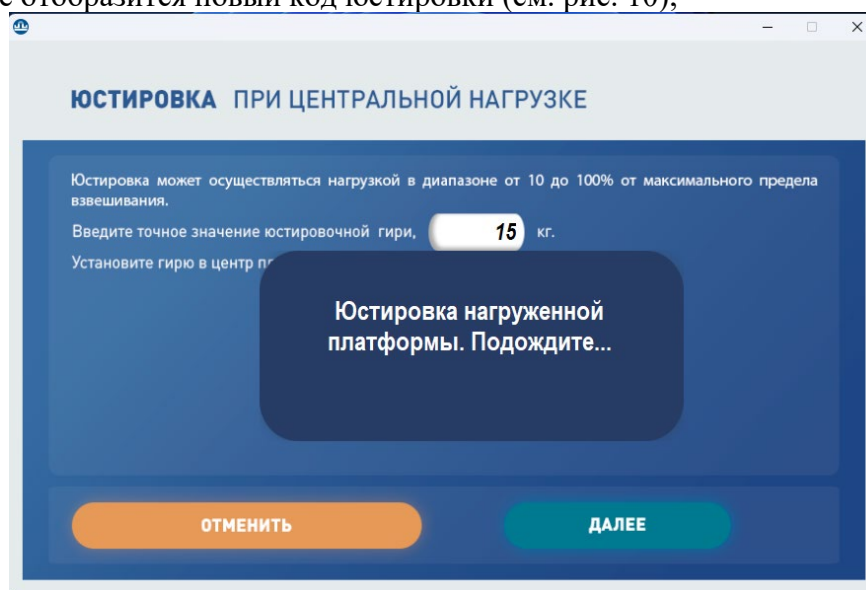
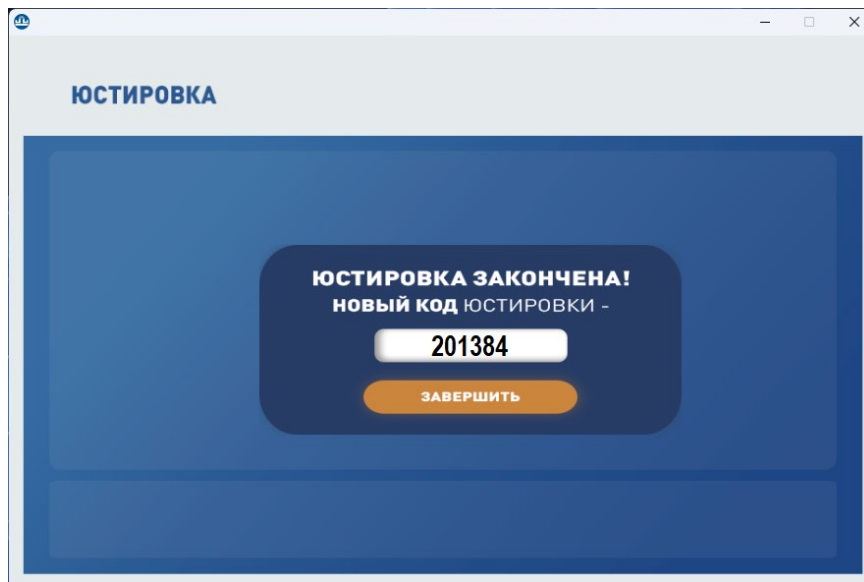

Рисунок 9 – Завершение процесса юстировка при центральной нагрузке в ПО «МАССА-К: Весовой терминал 100»
Рисунок 10 – Завершение юстировки модуля в ПО «МАССА-К: Весовой терминал 100»
- дождитесь успешного завершения процесса юстировки нагруженной платформы (см. рис. 9), после чего на экране отобразится новый код юстировки (см. рис. 10);
- завершите юстировку модуля по кнопке «Завершить» (см. рис. 10).